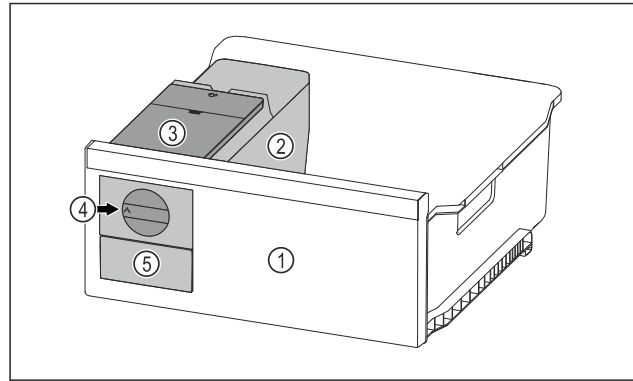

Fig. 160 Représentation à titre d'exemple
- Tourner le bouton rotatif Fig. 160 (4) dans le sens horaire jusqu'à la butée.
- Les glaçons tombent du bac à glaçons dans le tiroir à glaçons Fig. 160 (5).